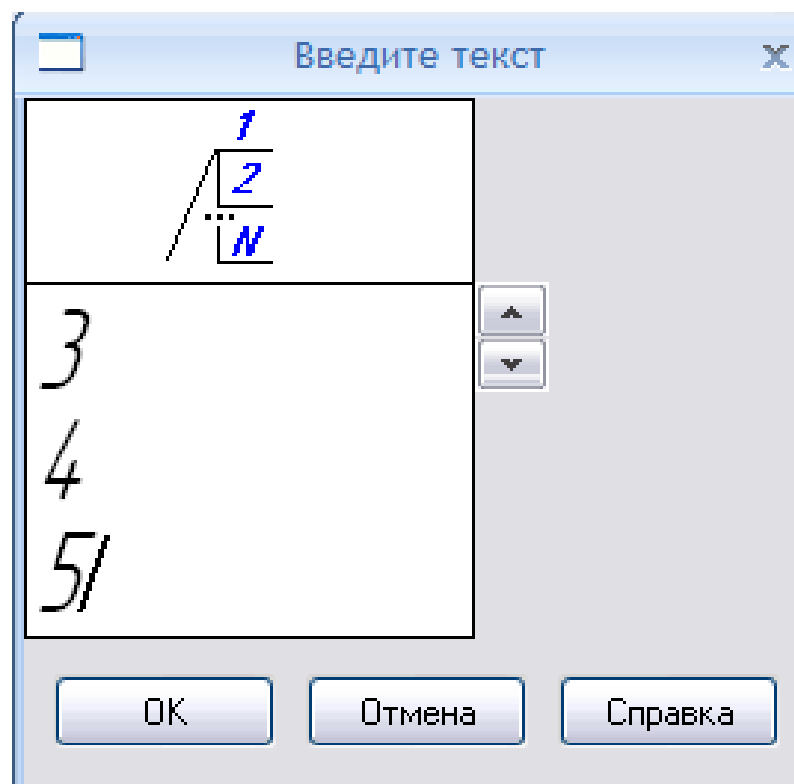

Рис. 3.6.24
6. Проставити розміри на збірці вузла користуючись кнопкою перемикачання **Геометрия** . Вибрати **Обозначения**  та **Обозначение позиций**  поставити номери позицій деталей та стандартних виробів. Щоб виконати напис на потрійній полиці необхідно на **Панели свойств** натиснути знак  та вписати три цифри користуючись клавішею **Enter**, вказати місце розташування та створити лінію-виноску, натиснути **Создать объект**  (рис. 3.6.24).